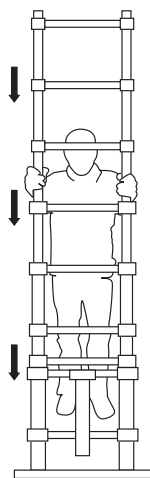

Fig. 6
2. Sujete la escalera en posición vertical, como se muestra en la Fig. 6. Asegúrese de que se encuentre sobre una superficie lisa y firme.